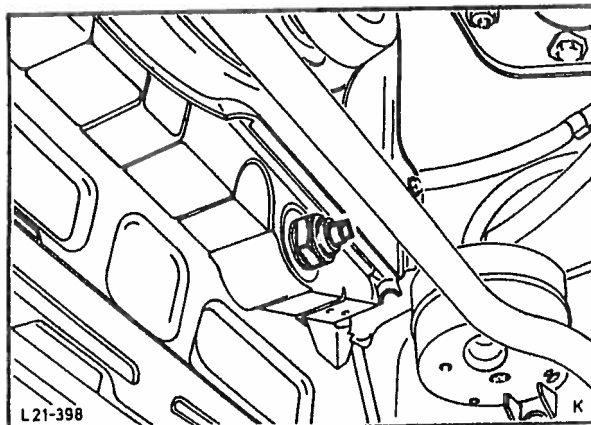

Fig. 31 Fest ledningen for temperaturmålerens sender til radiatoren.
30. Sett radiatoren på plass og skru den fast. Kople til ledningen for temperaturmålerens sender, fig. 31 og monter ekspansjonstankens slange til radiatoren.